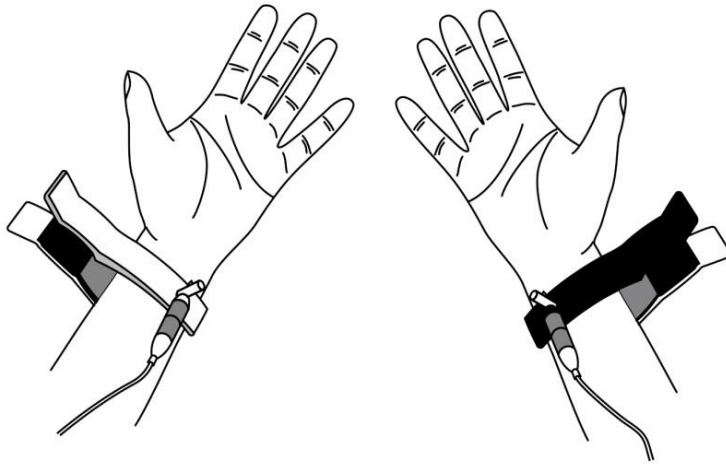

Рис. 47. Наложение ЭКГ-электродов в области нижней трети предплечий пациента для регистрации ЭКГ
- Для регистрации ЭКГ, как правило, используется один канал комплекса. Могут применяться прижимные ЭКГ-электроды, подкладные ЭКГ-электроды, одноразовые клеящиеся ЭКГ-электроды с коннектором «кнопка», а также соответствующие кабели отведений. Установка ЭКГ-электродов осуществляется согласно разделу 3.2.1 «Проведение рутинного ЭЭГ-исследования и длительного ЭЭГ-видеомониторинга» (рис. 47).